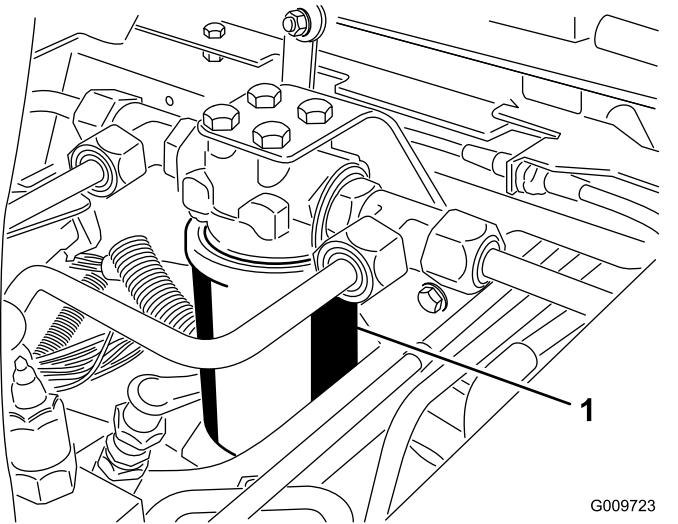
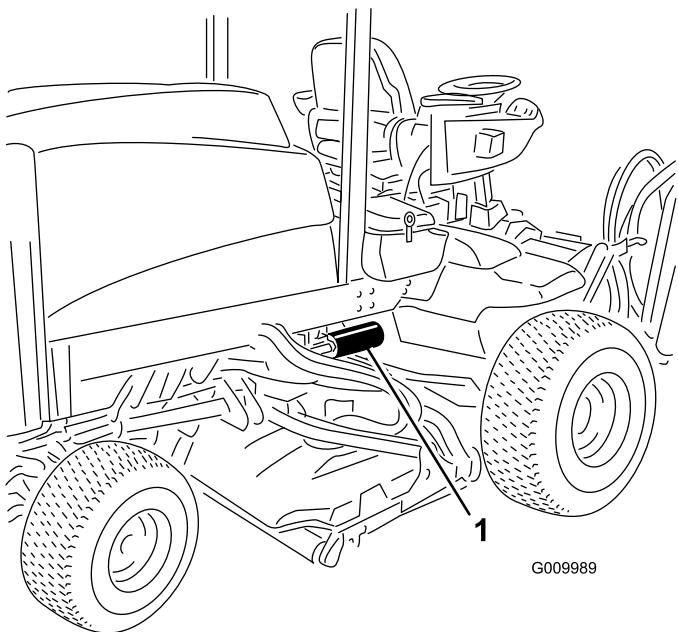

図 76
図 77
2. フィルタ容器の周辺をウェスできれいにぬぐう。フィルタ図 76と図 77の取り付け部周辺をきれいにふき、下に廃油受けを用意し、フィルタを外す。